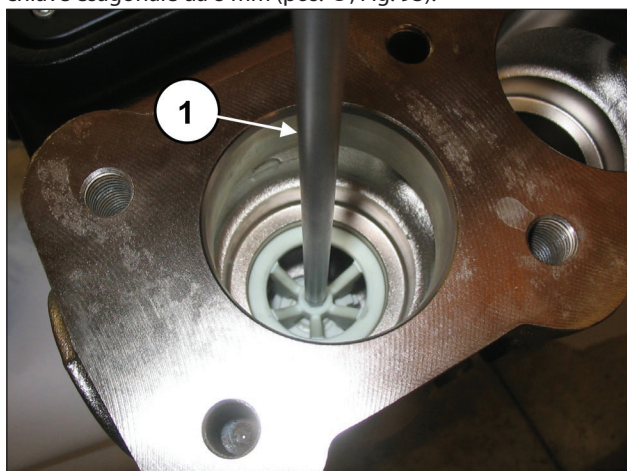

Fig. 93
Estrarre il distanziale guida valvola mediante l'utilizzo di una chiave esagonale da 8 mm (pos. ①, Fig. 93).